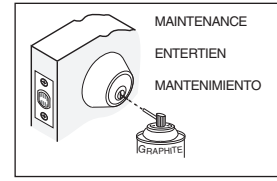

Fig. 1
① Measure for a 2-3/8" (60mm) or a 2-3/4" (70mm) backset (A). See (fig. 1) above.
② For adjustable latch: If required, adjust for 2-3/4" (70mm) backset.
③ Install latch.
④ Install exterior cylinder assembly (B).
① Mesure pour un écartement (A) de 2-3/8" (60 mm) ou de 2-3/4" (70 mm). Voir (fig. 1) ci-dessus.
② Pour verrou réglable : régler à 2-3/4" (70 mm), au besoin.
③ Installer le verrou.
④ Installer l'assemblage du cylindre extérieur (B).
① Mida para una distancia al centro (A) de 2-3/8" (60 mm) o 2-3/4" (70 mm). Ver (fig. 1) arriba.
② Para un pasador graduable: Si se requiere, ajuste para la distancia de 2-3/4" (70 mm).
③ Instale el pasador.
④ Instale la unidad del cilindro exterior (B).